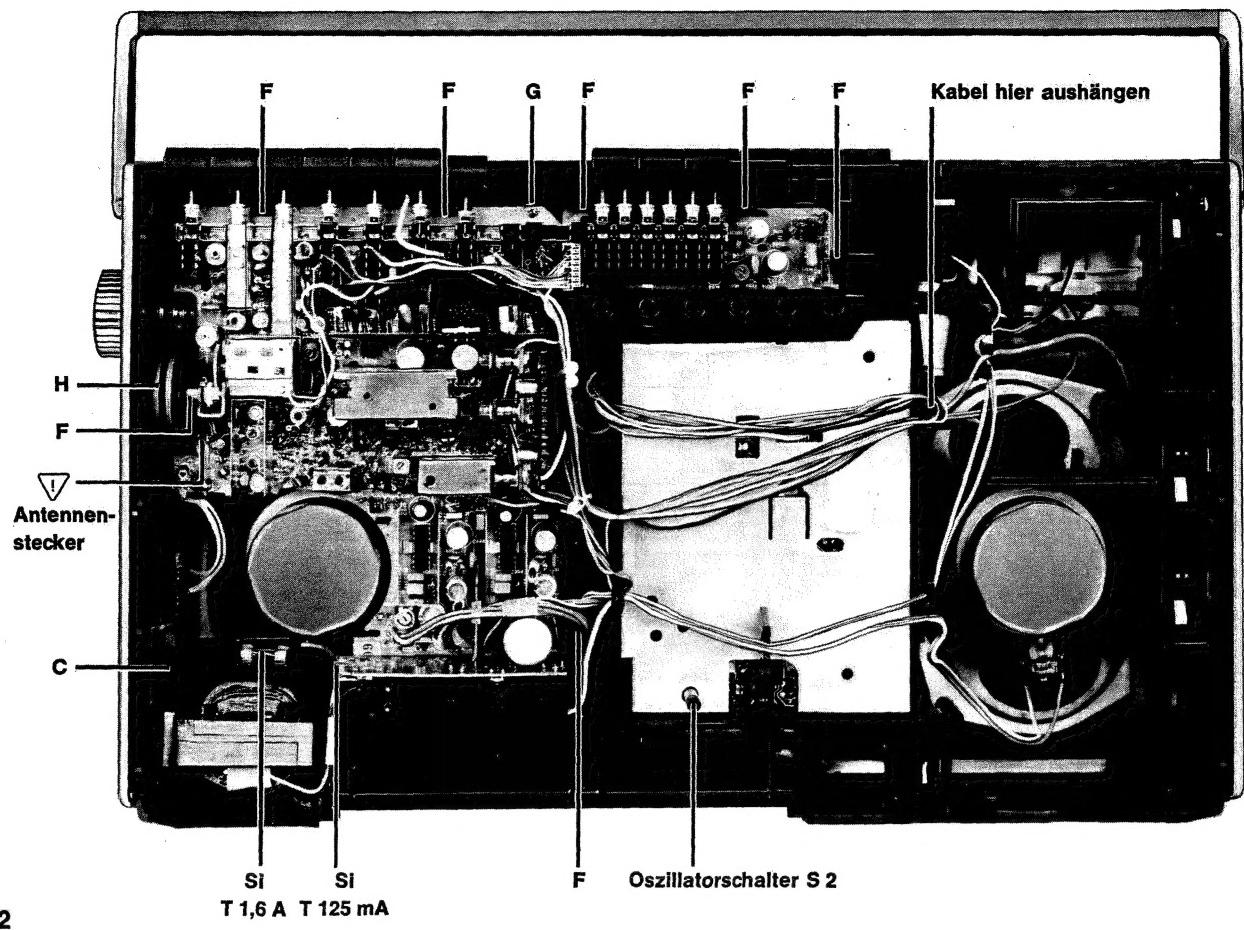
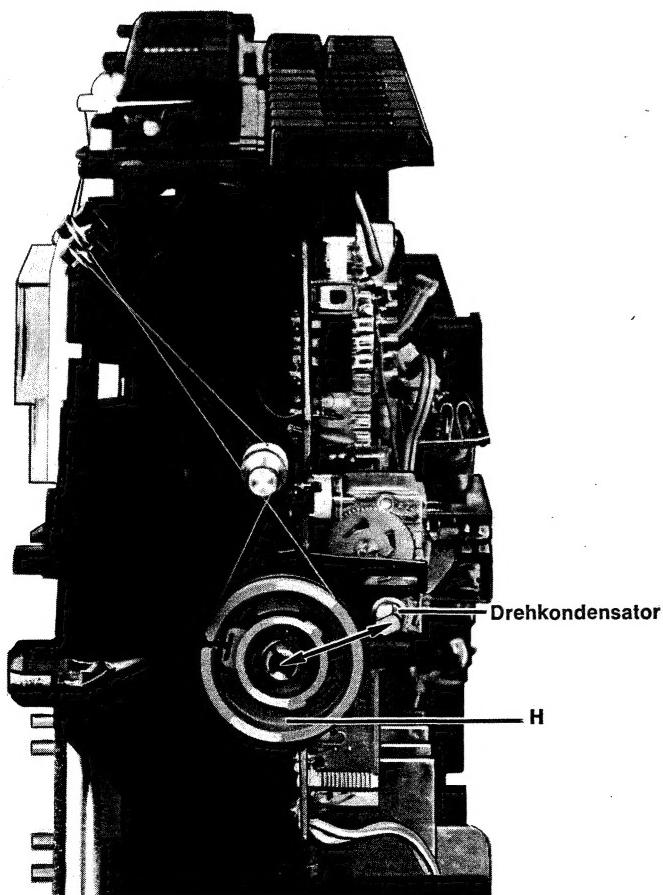

Bild 2
Bild 5
2.6 Ausbau des Trafos [Bild 2]
- Kabelverbindungen aus den Kabelhalterungen ausschließen [Bild 2].
- Ferritantenne **G** ablösen [Bild 2, 4].
- Mitnehmerscheibe **H** am Drehkondensator abziehen [Bild 2], Mitnehmerscheibe auf Plastikzapfen am Gehäuse stecken [Bild 5].
- 7 Schnapphaken **F** lösen [Bild 2].